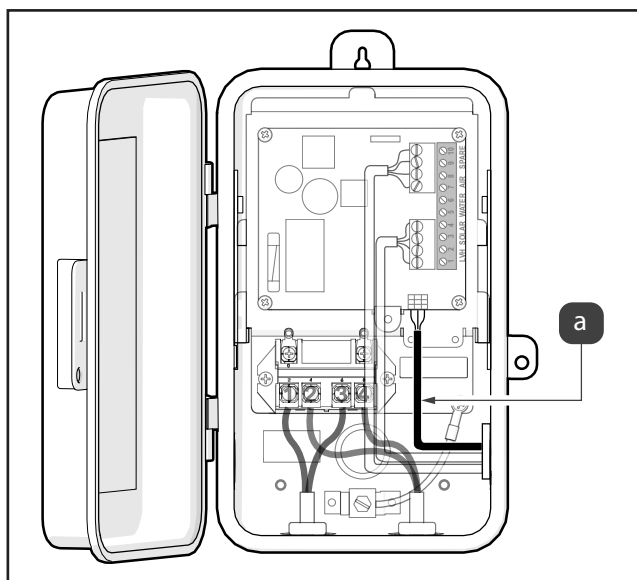

Figure 6. Version pour piscines seulement, connectez les entrées « Line » et les câbles du JVA
3. Branchez le câble du JVA, reportez-vous à la Figure 6 (a).